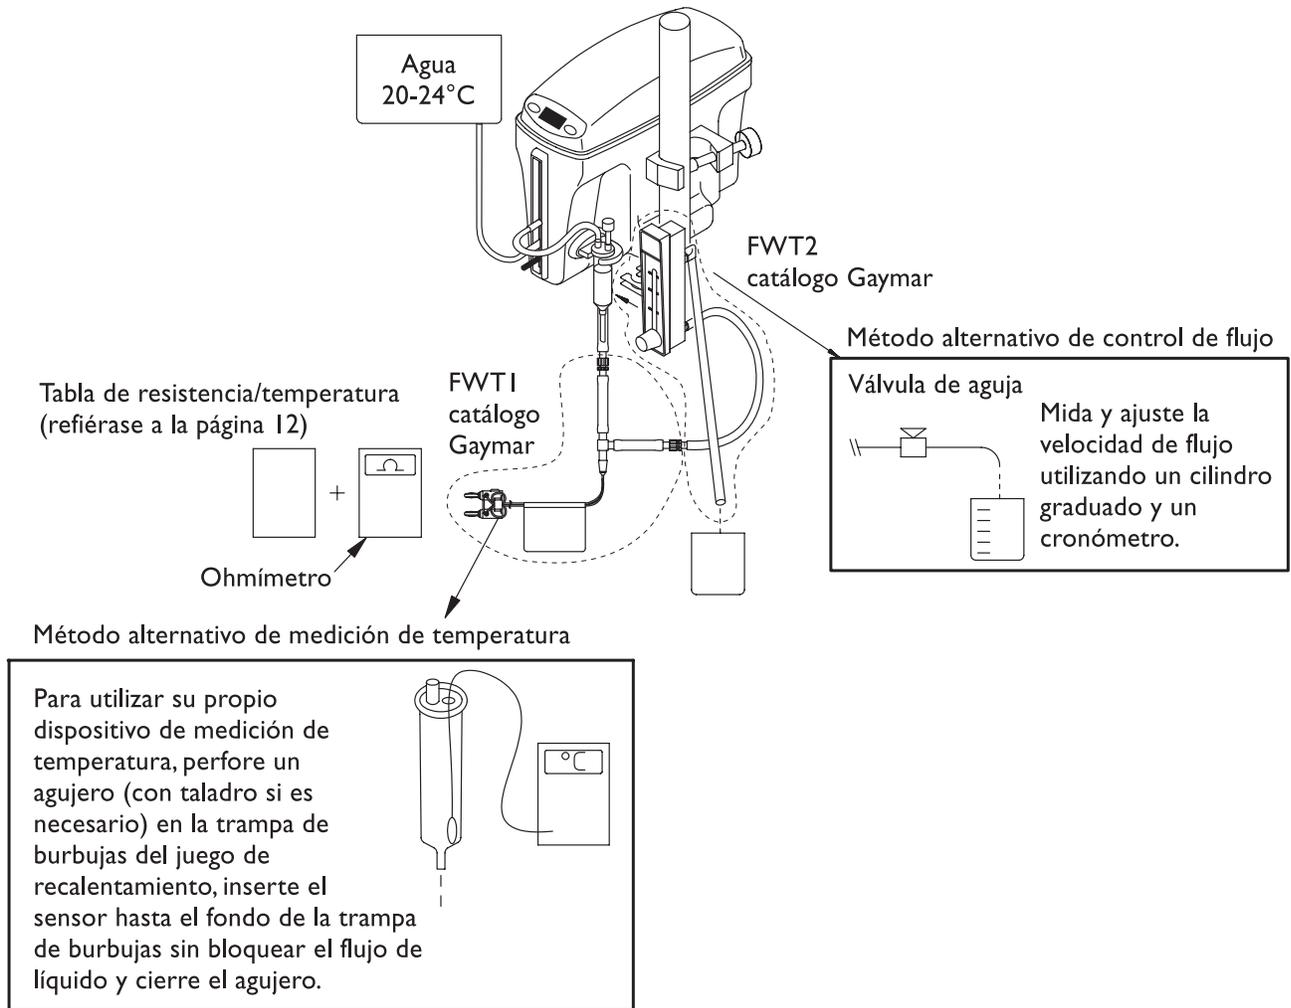

Figura 7—Configuración del equipo de prueba
2. Conecte el equipo de prueba (refiérase a la Figura 7). Conecte el sensor de temperatura FWTI Gaymar a la salida de la trampa de burbujas.